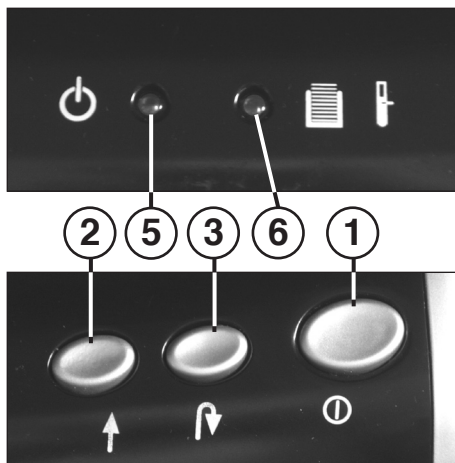

Fig. 1
- 1 = Trykkontakt „driftsklar“ (fig. 1)**
- 2 = Tast „frem“ (fig. 1)**
- 3 = Tast „tilbage“ (fig. 1)**
- 5 = Kontrolindikator „driftsklar“ (fig. 1)**
- 6 = Kontrolindikator (rød / gul) (fig. 1)**
Maskinen tændes på trykkontakt (1) (fig. 1). Kontrolindikator (5) (fig. 1) tænder.
Maskinen slukkes, når papiropsamlingsbeholderen er fyldt. Der høres en signaltone. Kontrolindikatoren (6) (fig. 1) lyser (rød).
- Træk opsamlingsbeholderen (9) sammen med opsamlingskålen (10) ud af kabinettet forned.
- Signaltonen ophører. Kontrolindikatoren (6) (fig. 1) slukkes.
Husk at slukke for maskinen om natten (tryk på trykknop (1) (fig. 1)).